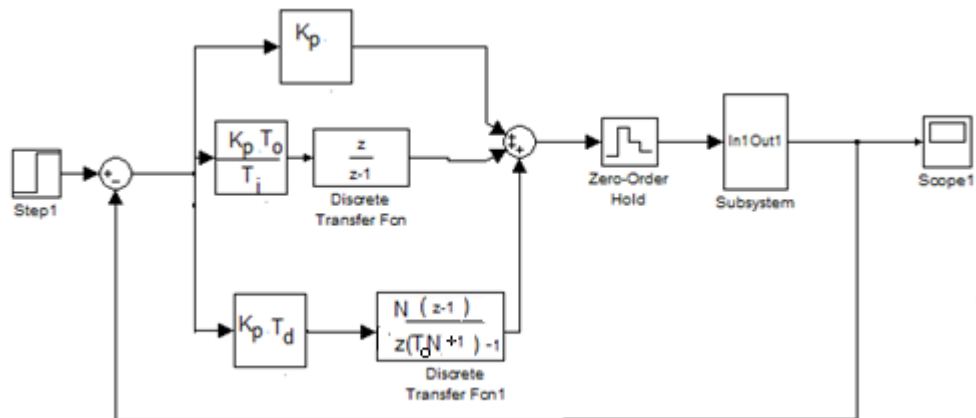

Figura 2 – Estrutura PID discreto
3) Implemente a equação do PID no Simulink ou no Scilab. Lembre-se também que $N=100$. Como a planta é contínua, será colocado um segurador de ordem zero na sua entrada, mostrado na figura 2.
Exercício: Faça a identificação usando o método do relê, meça K_{cr} e P_{cr} . Com estes valores calcule K_p , T_i e T_d da tabela 1. Implemente estes valores no sistema da figura 2. Verifique a resposta.